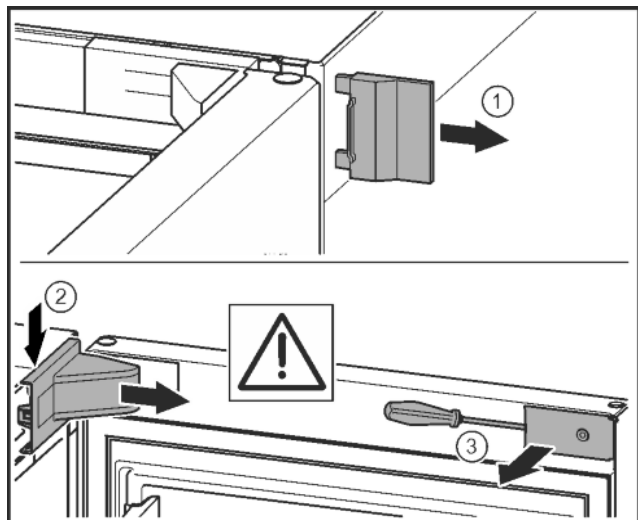

Fig. 10*
- ▶ Снять внешнюю крышку. Fig. 10 (1)*
- ▶ При помощи отвертки освободить крышку опорного кронштейна и отсоединить. Снять крышку опорного кронштейна. Fig. 10 (2)*
- ▶ Шлицевой отверткой вывести накладку из зацепления и отвести в сторону. Fig. 10 (3)*